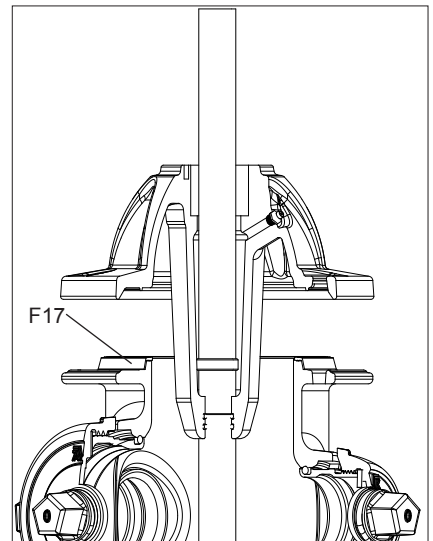

Fig. 7F
2. Verifique el empaque del barril(F17) esté en su lugar en la parte superior de la sección de la boquilla. (Ver Fig. 7F) Deslice con cuidado el Bonete (F14), sobre la varilla superior del vástago (F16), teniendo cuidado de no desalojar los O-ring del sello del vástago (F15) o el empaque del barril. Gire con cuidado el bonete hasta que la grasa Zerk o el aceite, el tapón de latón esté en la posición deseada.
8. Verifique que el empaque del barril (F17) esté en su lugar en la parte superior de la sección de la boquilla. (Ver Fig. 7F) Deslice con cuidado el Bonete(F14), sobre la varilla superior del vástago (F16), teniendo cuidado de no desalojar los O-ring del sello del vástago (F15) o el empaque de barril (F17).